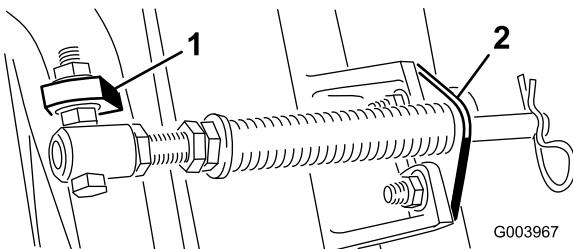

Рисунок 6
- C. Установите болт трубы пружины на противоположный выступ несущей рамы и закрепите фланцевой гайкой. Головку болта следует расположить по направлению к наружной стороне выступа, как показано на Рисунок 6.
- D. Присоедините кронштейн штока к выступам режущих блоков с помощью картовых болтов и гаек (Рисунок 6).